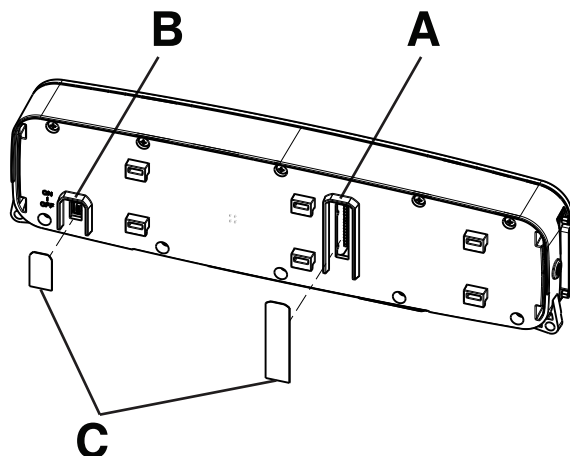

图 2 – 开关配置
2. 使用直头锥，配置 SB1 和 SB2 拨码开关 (A)，使护士呼叫系统和护士呼叫通讯电缆配置一致 (图 2)。
3. 使用直头锥，将 *Secure Connect* 开/关开关 (B) 转动到开位置 (图 2)。
4. 将提供的两个 IPX 签条 (C) 贴在拨码开关和 *Secure Connect* 背面的开/关熔断器上 (图 2)。